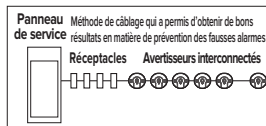

Figure 9-E
- La figure 9-D illustre le câblage d'interconnexion. Une mauvaise connexion risque d'endommager l'avertisseur, de l'empêcher de fonctionner ou de provoquer un choc électrique.